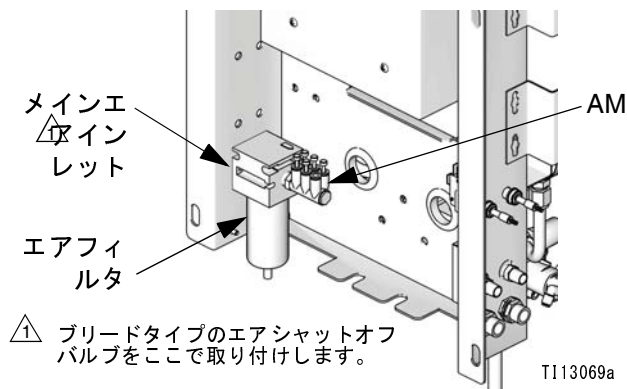

図 4. 壁取り付け給気インレット
- ブリードタイプエアシャットオフバルブを壁取り付け液体ステーション上の制御エアフィルタのインレットに取り付けます。図 4。
エアパージバルブ (APV) には別のパージ給気ラインを使用します。エアパージバルブ (APV) とチェックバルブ (CV) に障害が発生した際にソレノイド、エアロジックライン、またはユニットのメイン供給が液体で汚染されないように、エアパージバルブをユニットのメイン給気またはエアマニホールド (AM 図 4) に接続しないでください。
7.6 m (25 フィート)、6 mm (1/4 インチ) 外径のパージエアチュービング (AT) は短くしないでください。目に見える溶剤の蓄積があるかどうか毎日確認してください。溶剤がある場合は、管理者に知らせてください。
- △2 パージエアライン (AT) は、チェックバルブ (CV) に接続されている別の給気である必要があります。パージエアラインをユニットのメイン給気またはエアマニホールドに接続しないでください。